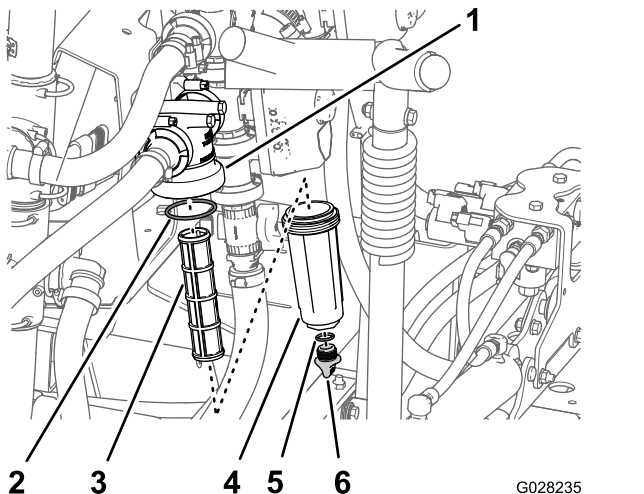

図 114
2. 圧力フィルタの下に受け容器をおく 図 114。
3. 圧力フィッティングのドレンプラグを左に回して外す 図 114。
4. ボウルを左に回してフィルタヘッドから外す 図 114。
5. 古い圧力フィルタ元素を外す 図 114。
6. ドレンプラグの O リングボウルの内側とボウルの O リングフィルタヘッドの内側に傷や破損がないか点検する 図 114。
7. 新しい圧力フィルタ元素をフィルタヘッドに取り付ける 図 114。
8. フィルタヘッドにボウルを取り付けて手締めする 図 114。
9. ボウルにプラグを取り付けて手締めする 図 114。